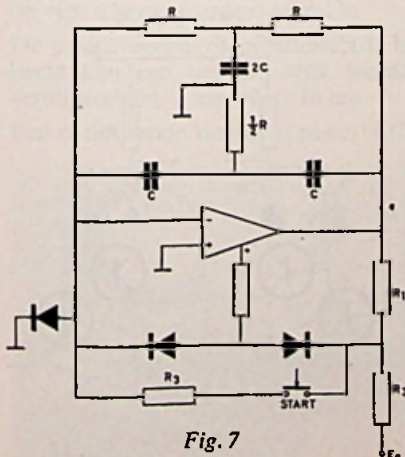

Fig. 7
b. Met dubbel T-filter (fig. 7):